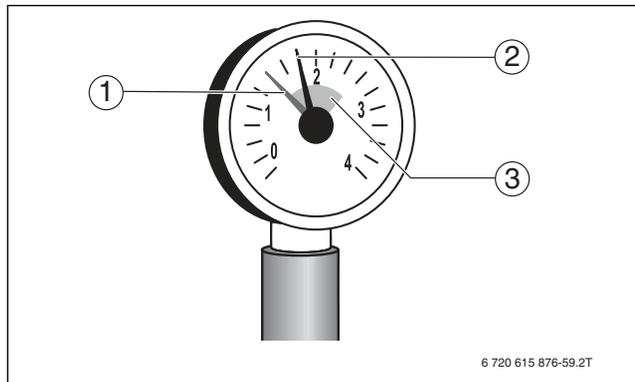

Рис. 6 Манометр для закрытых систем отопления
- ▶ Осторожно откройте водопроводный кран и медленно заполните отопительную систему. При этом наблюдайте за показаниями манометра (→ рис. 6, стр. 10).